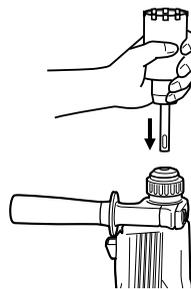

Fig. 18
- (2) Monter la queue de couronne sur le marteau rotatif à percussion. (Fig. 18)
- (3) Introduire la guijon central dans la plaque de guidage jusqu'à ce qu'il arrête.